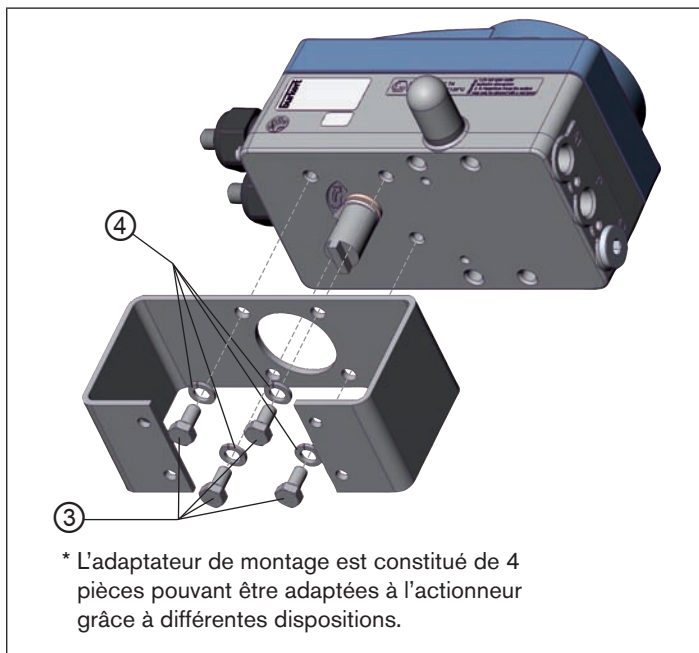

Fig. 13 : Fixer l'adaptateur de montage (représentation schématique)
- Fixer l'adaptateur de montage sur le type 8792/8793 avec 4 vis à tête cylindrique ③ et des rondelles élastiques ④ (voir « Fig. 13 »).